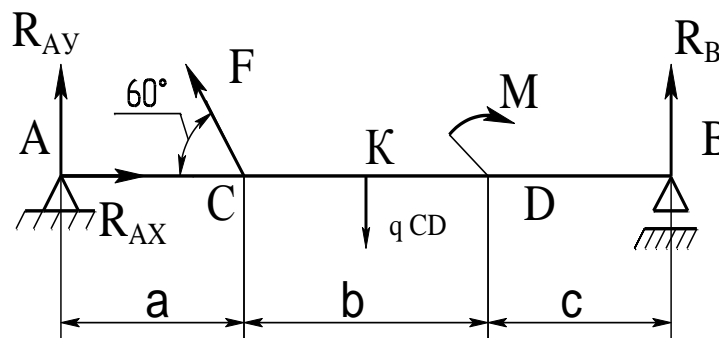

Рис.17
1. Рассмотрим равновесие балки АВ. Равномерно распределённую нагрузку заменяем сосредоточенной силой, равной произведению интенсивности «q» на длину участка CD ($q \cdot CD$) и приложенной в середине CD. (рис.17).